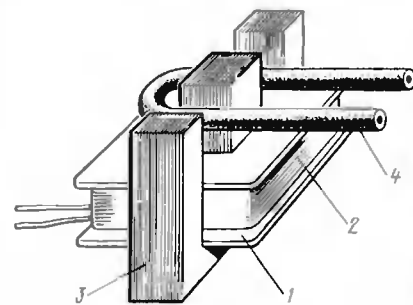

Рис. 3
Для трансформатора Т1 (рис. 3) использован магнитопровод от согласующего или выходного трансформатора малогабаритного радиоприемника (Ш5х6, Ш4х6 и аналогичные). Каркас (1) укорочен наполовину, и на нем намотана обмотка II (2) — 1000 витков провода ПЭВ-2 0,1—0,12. Ш-образные пластины (3) склеены между собой и вставлены в каркас. Пря-